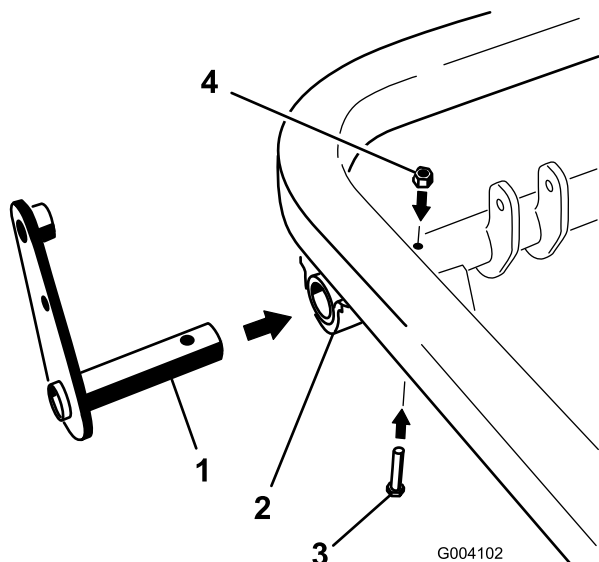

Figura 12
1. Far scorrere il supporto del gruppo leva nell'estremità sinistra del tubo orientabile e fissarlo con un bullone (5/16 x 2 pollici) e un dado di bloccaggio (5/16 pollice) attraverso il tubo orientabile (Figura 12).